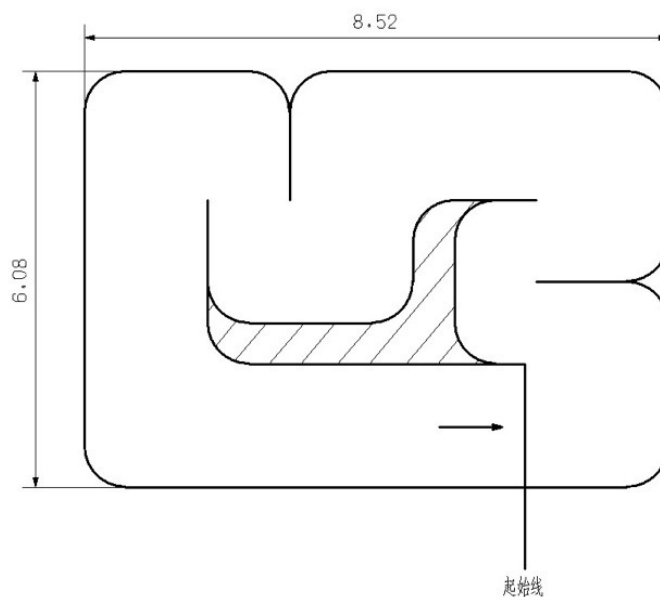

图 4 公路竞速运动水平六级实操测试场地
7.3.2 公路竞速运动水平六级实操测试场地见图 4，场地及围挡可以通过划线及低成本方式布置。